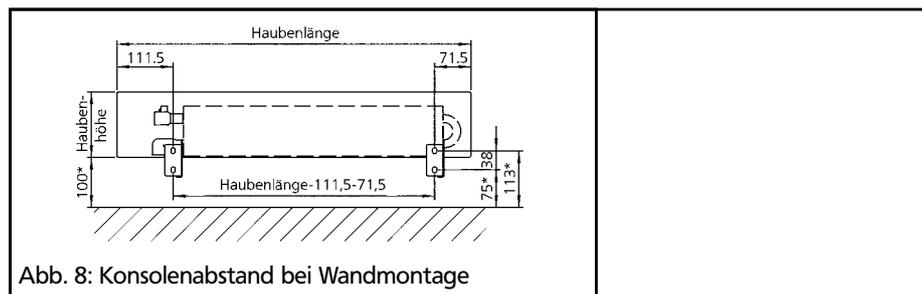

Abb. 8: Konsolenabstand bei Wandmontage
- Markieren Sie mit Hilfe der Wandkonsolen ① die Bohrlöcher für die Wandmontage. Errechnen Sie dazu die Abstände wie in Abb. 8 angegeben.